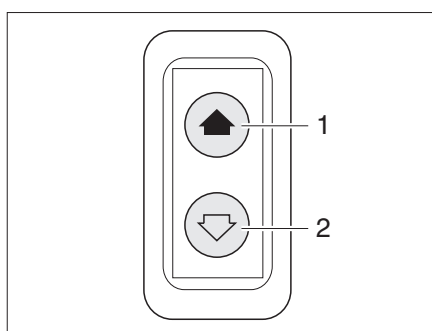

Fig. 23 Interruttore per alzacristalli elettrico
Il veicolo è dotato di un alzacristalli elettrico (Fig. 23) posto sul lato del conducente.
*Apertura:* ■ Premere l'interruttore in basso (Fig. 23,2).
*Chiusura:* ■ Premere l'interruttore in alto (Fig. 23,1).